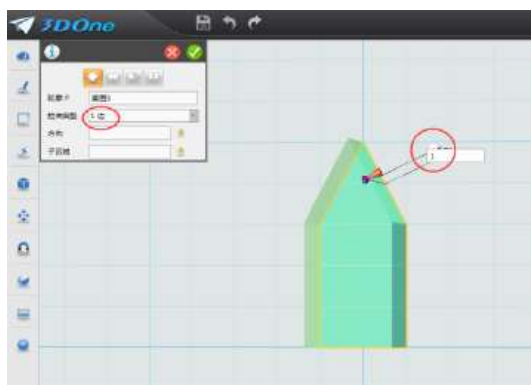
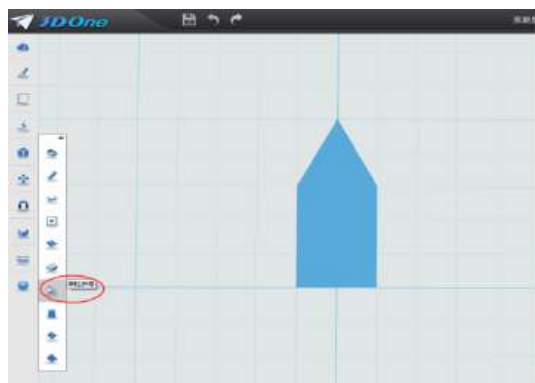

图 5-5
图 5-6
3.拉伸笔针草图：对草图进行拉伸，“拉伸类型”：一边，厚度输入 1，确定完成拉伸。如图 5-5。
4.折弯笔尖：鼠标移到屏幕最左侧第五个图标“特殊功能”命令里的下数第四个图标“圆柱折弯”命令，出现对话框窗口，造型：选择实体；基准面：选择最上面；选择“角度”；角度值：30；旋转：90，确定完成。如图 5-5，图 5-6